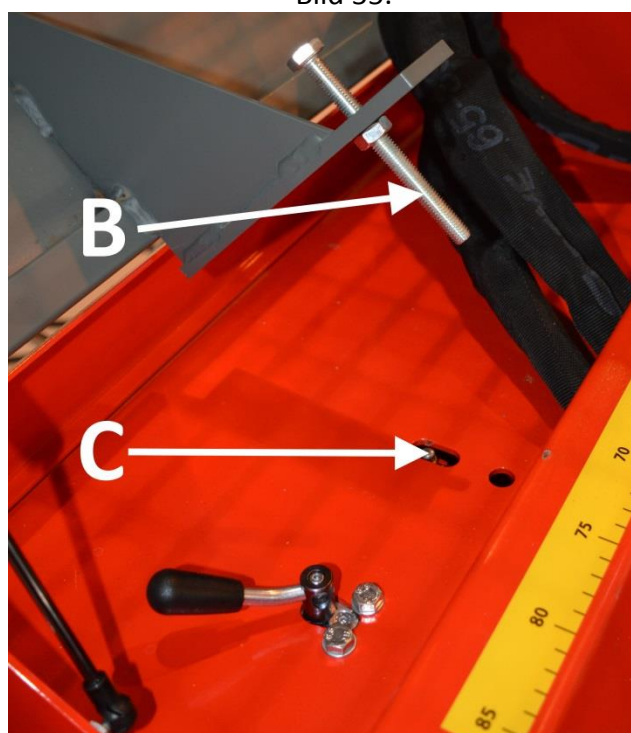

Bild 56.
1. När huvudet på bult B syns, tryck säkerhetssensorn i koppling C till det nedre läget (på bild 56), då fungerar de elstyrda funktionerna, såsom sågning och klyvning.